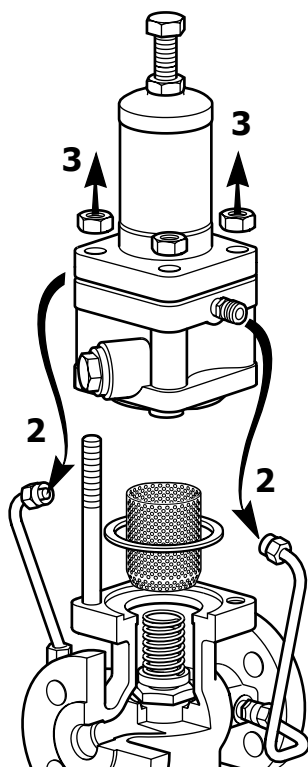

Рис. 15
5.8 Замена или обслуживание плунжера и седла главного клапана (рис. 15, 16, 17 и 18)